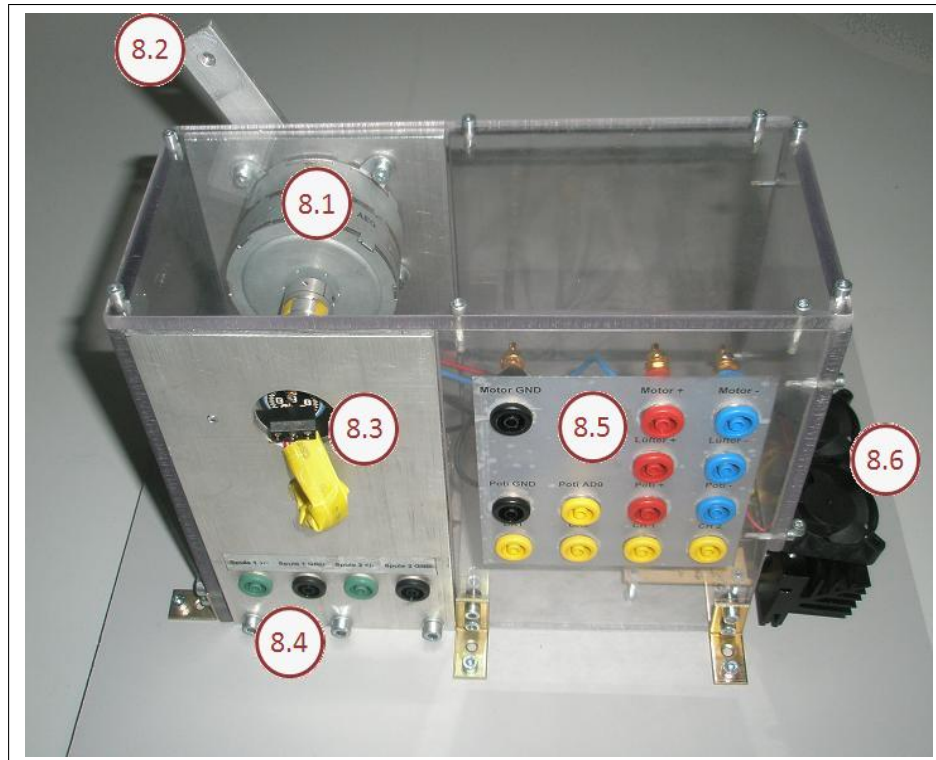

Abbildung 3.3: Der Versuchsaufbau im Fokus
- 8. Versuchsaufbau:** Detaillierte Auflistung der Komponenten des Aufbaus in Abb.3.3.